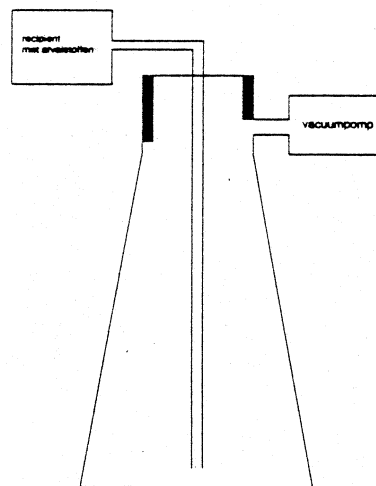

Fig. 5: Vacuümpomp met flessen
1.5 Vacuumpomp met flessen (fig. 5)